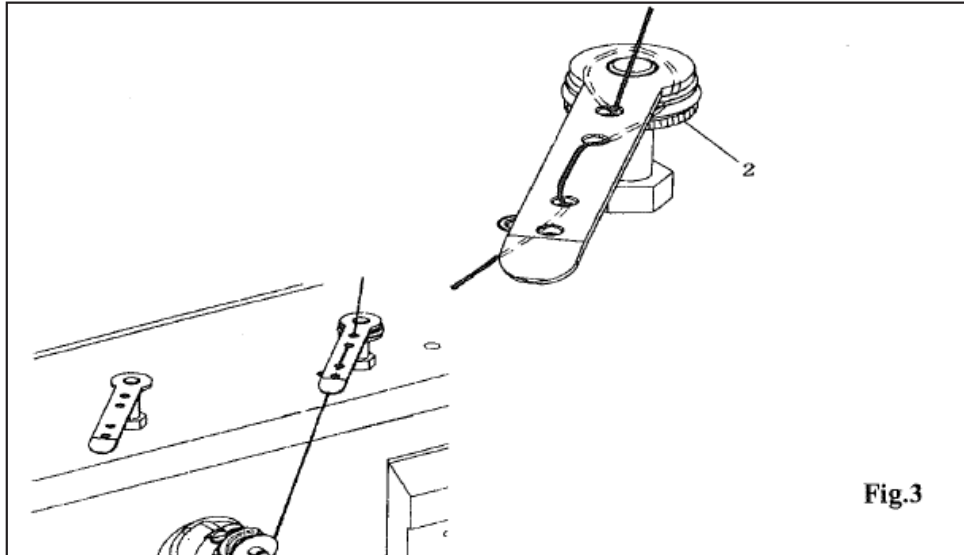

Fig.3
- Coloque uma bobina vazia no eixo do enchedor e passe a linha de acordo com a Fig.3.